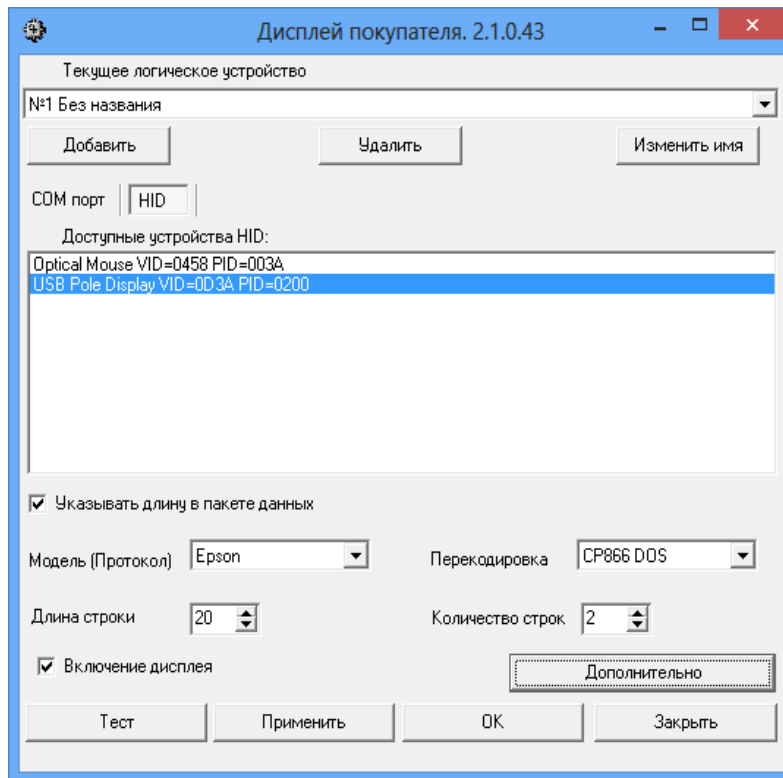

Рис. 19
Рис.19а
- В окне рис.19 нажмите кнопку «Тест», кнопку «Применить» далее кнопку «Ok»